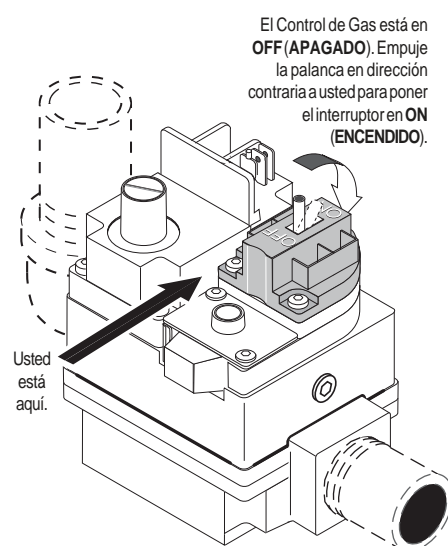

Figura 26.
6. **Válvula de Palanca:** Tire la palanca hacia usted para apagar el gas, ver **Figura 26**.
7. Espere cinco (5) minutos para sacar cualquier gas. Si luego le huele a gas, **¡DETENGASE!** Siga el paso "B" de las instrucciones "Antes de Encender" (página 34). Si no le huele a gas, vaya al siguiente paso.
4. **Válvula de Palanca:** Tire la palanca hacia usted para apagar el gas, ver **Figura 26**.